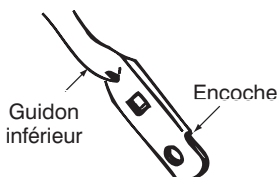

Figure 10
- Retournez le guidon inférieur pour que la partie plate à la base soit orientée vers le haut, comme à la figure 10. Remontez le tout en plaçant les trous inférieurs du guidon par dessus les goupilles soudées au support de montage du guidon.